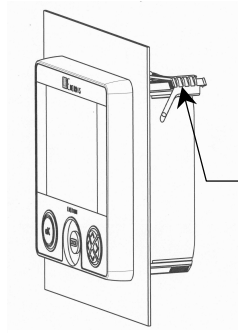

Figure 2
3. Glisser les quatre fixations de tableau et les pousser jusqu'au maintien complet de l'appareil, selon la *Figure 2*.